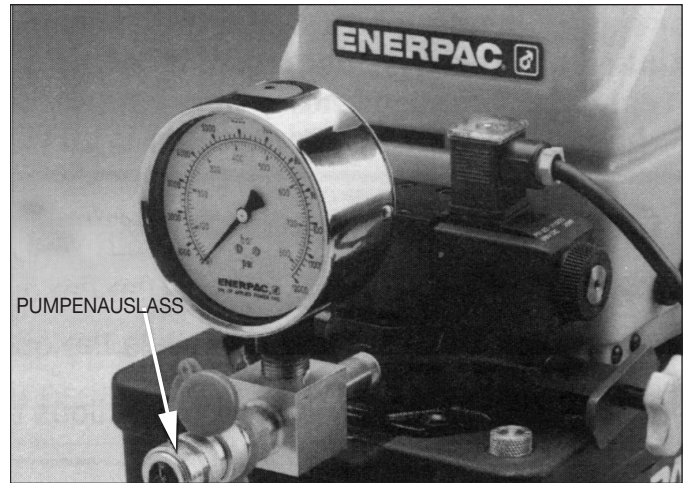

Abbildung 2 - Pumpenauslass (einfachwirkend)
1. Kuppeln Sie den Schlauch am Pumpenauslass, der in Abb. 2 dargestellt ist. VERGEWISSERN SIE SICH, dass Sie einen Schlauch mit der Aufschrift „ENERPAC 800 SERIES - 800 BAR/11,600 PSI MAX“ verwenden. Drehen Sie die Sicherheitsringe mit der Hand fest.